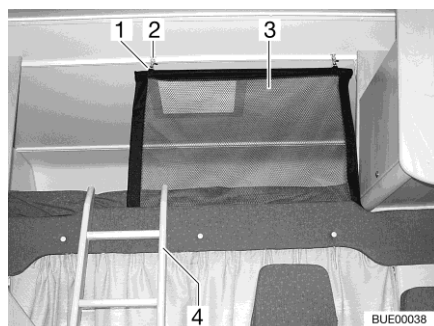
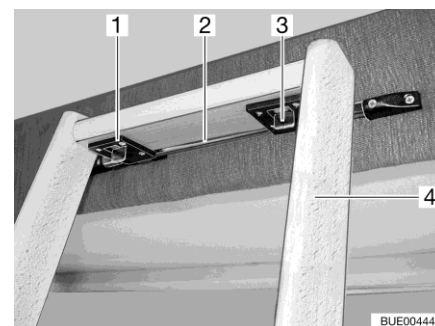

Fig. 101 Letto mansarda
Fig. 102 Scaletta di accesso, bloccaggio
Per salire sul letto mansarda utilizzare la scaletta di accesso (Fig. 101,4 e Fig. 102,4) in dotazione ai modelli di serie.
- Agganciare la scaletta con i due ganci (Fig. 102,1) presenti sulla guida (Fig. 102,2) al pannello cieco del letto.
- Spingere i due bloccaggi (Fig. 102,3) in avanti.
La rete protettiva (Fig. 101,3) è stivata sui modelli di serie tra il materasso e il telaio portamaterasso. Fissare la rete protettiva soltanto dopo che le persone si sono stese nel letto mansarda.
- Agganciare il supporto (Fig. 101,1) negli occhielli sul soffitto (Fig. 101,2).